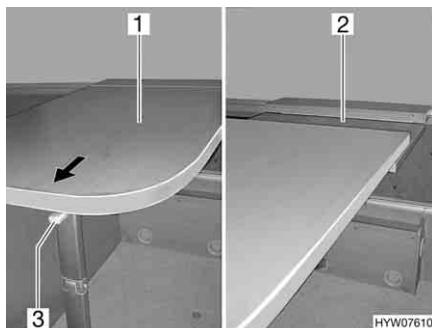

Bild 89 Hängetisch vergrößern
- Den Sicherungshebel (Bild 89,3) an der Unterseite der Tischplatte lösen.
- Die Tischplatte (Bild 89,1) vorn leicht anheben und in Pfeilrichtung bis zum Anschlag ziehen.
- Die eingelegte Tischplattenverlängerung (Bild 89,2) schwenkt nach oben.